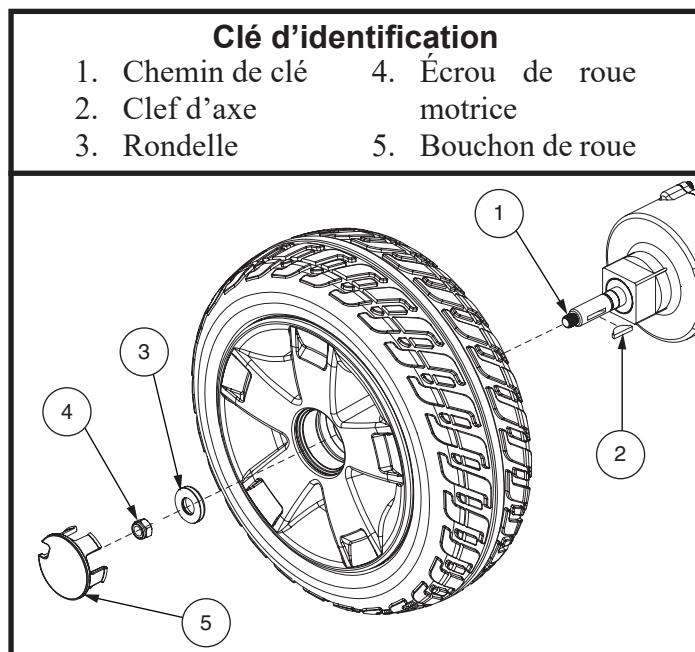

Figure 23. Enlèvement de la roue motrice
3. Enlever le bouchon de roue, l'écrou et la rondelle de roue motrice sur l'essieu. Voir la figure 23.